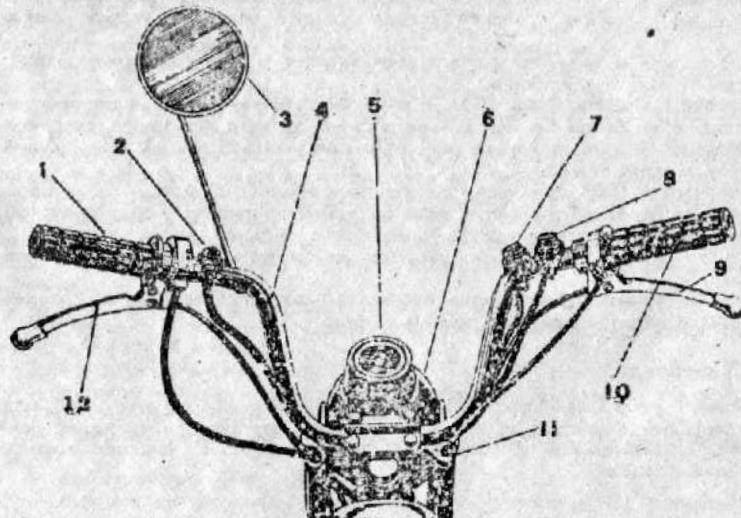

Рис. 3. Органы управления и приборы:
**5.1. Органы управления и приборы (рис. 3).**